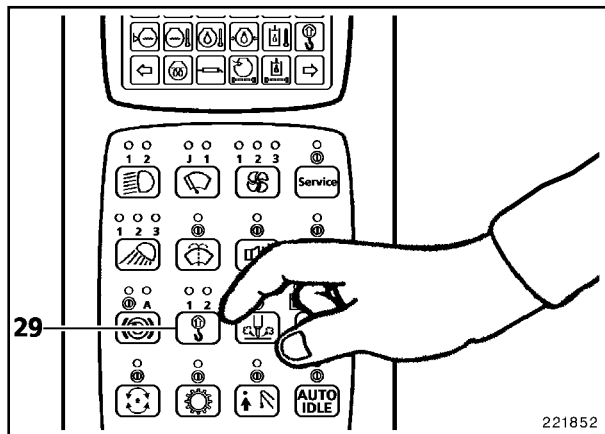
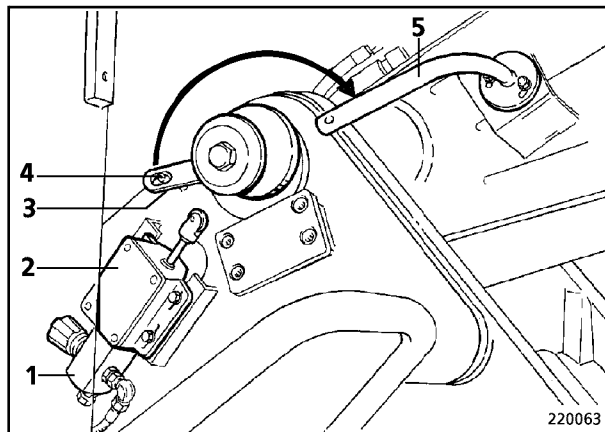

Fig. 4
Fig. 5
- Poner en funcionamiento la instalación avisadora de sobrecarga por la tecla (29, Fig. 4).
- Desatornillar el arrastrador del disco de levas (3, Fig. 5) del soporte en el caballete (4).
- Girar el disco de levas (3) de tal manera que los arrastradores del disco de levas (3) y de la parte inferior del pescante (5) estén uno sobre el otro.
- Cerrar por completo la válvula de cierre (1).
- Descender el equipo de trabajo al suelo. Así se reduce la presión de aceite en la tubería entre el cilindro del pescante y la unidad de conmutación (2, Fig. 5).
- Cerrar la válvula de cierre (1).
- Desatornillar los arrastradores del disco de levas (3) y del pescante (5) uno del otro.
- Atornillar el arrastrador del disco de levas al soporte en el caballete (3).
- Pulsar la tecla (29, Fig. 4) repetidamente hasta que y a no están encendidos los LED.